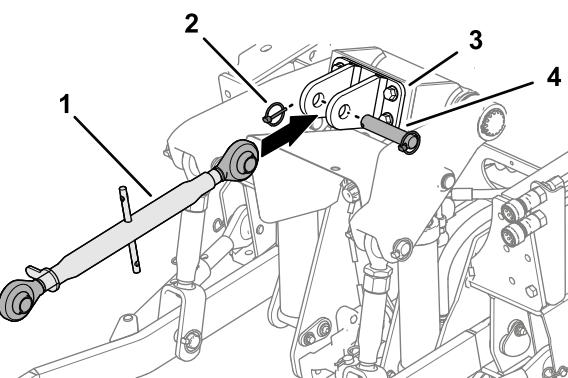

Figure 16
3. Si vous l'avez déposé, reposez le bras supérieur de l'attelage 3 points (Figure 16) sur le groupe de déplacement.